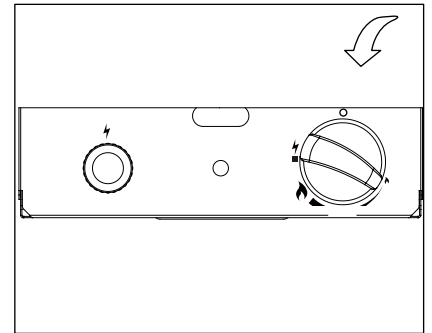

Figura 4
8. Presione y gire la perilla de control a la posición "ALTO" (🔥), a continuación, suelte perilla de control. Si desea una temperatura más baja , presione el botón de control y gire a la izquierda para el "BAJO" (⚡) (Figura 4) .